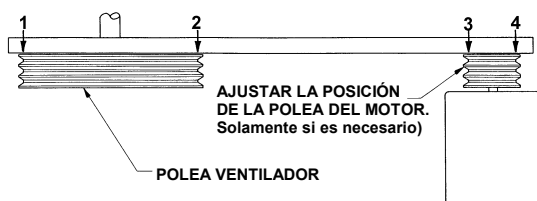

Figura 20 - Comprobación del Alineamiento de Poleas.
8. Comprobar que la base del motor está paralela a la carcasa del equipo y por tanto a la misma distancia arriba que abajo. Con esta comprobación se controla la alineación de las poleas del motor y ventilador. Como comprobación final del alineamiento de poleas, utilizar una regla y asegurar que ésta toca los cuatro puntos de contacto (Ver figura 20). En caso necesario ajustar la posición de la polea del motor.